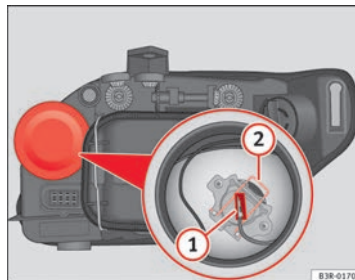

Abb. 196 Fernlicht
- Ziehen Sie den Stecker  $\Rightarrow$  Abb. 196 **1** von der Lampe ab.
- Die Haltefeder  $\Rightarrow$  Abb. 196 **2** durch Eindrücken und Rechtsdrehung abnehmen.